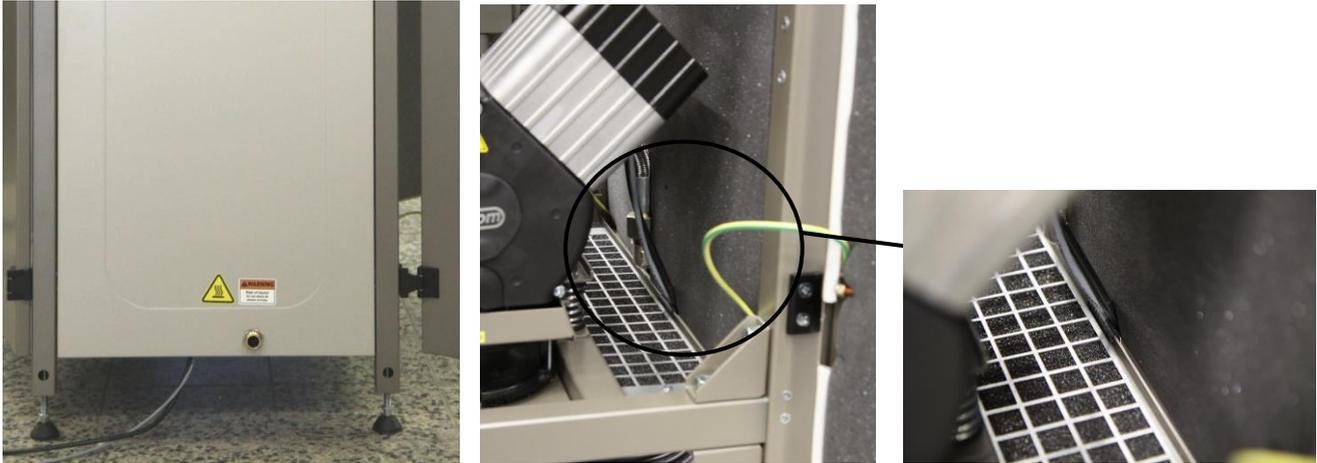
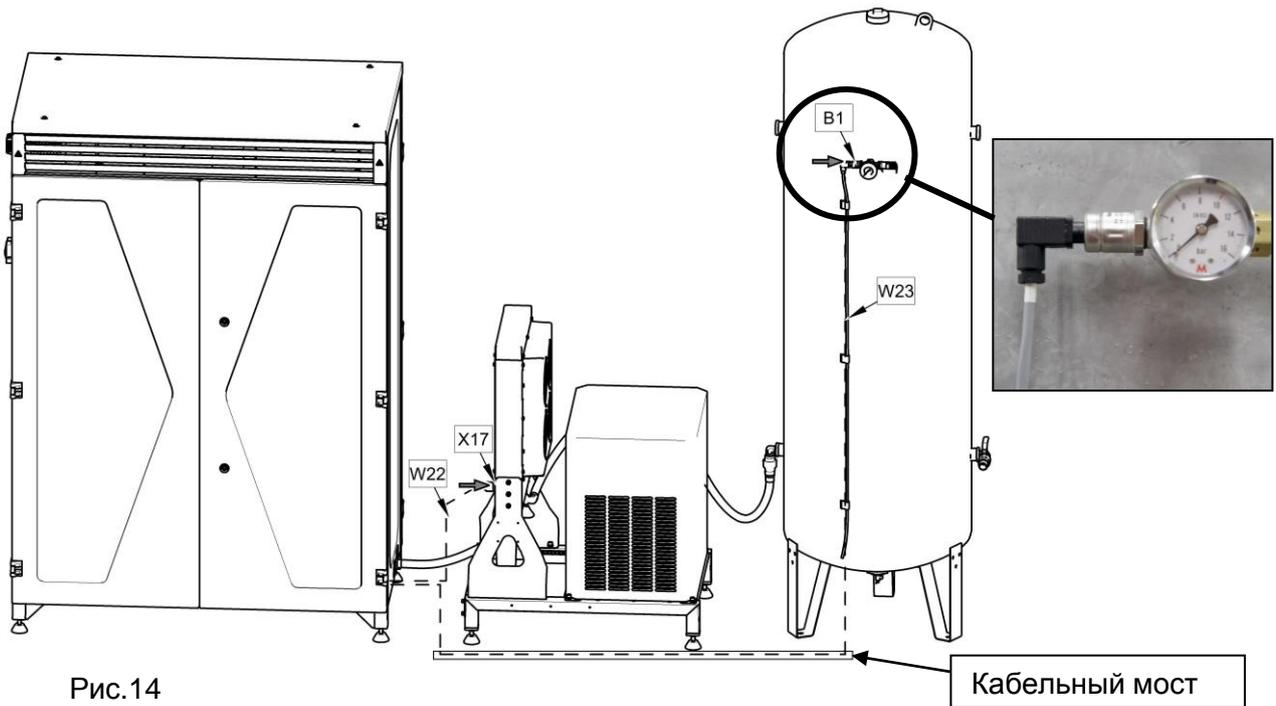

Рис.12
Рис.14
- Подключите модуль компрессора к датчику В1, расположенному на ресивере, с помощью кабеля W23, заканчивающегося соединителем с клапаном (рис. 12, рис. 14).